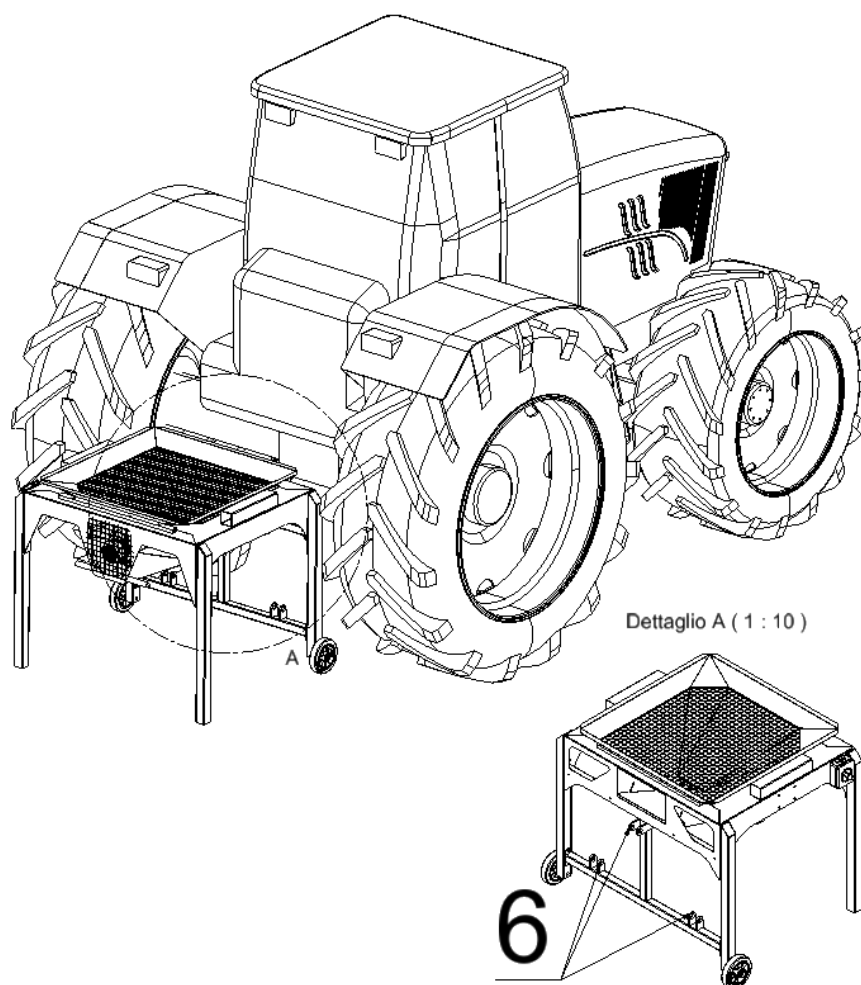

Figura 2.1.1 Trasporto defogliatrice
In alternativa è possibile agganciare la defogliatrice ai 3 punti di attacco (6) di una macchina operatrice (vedi Figura 2.1.1 Trasporto defogliatrice) [ACCESSORIO OPZIONALE].